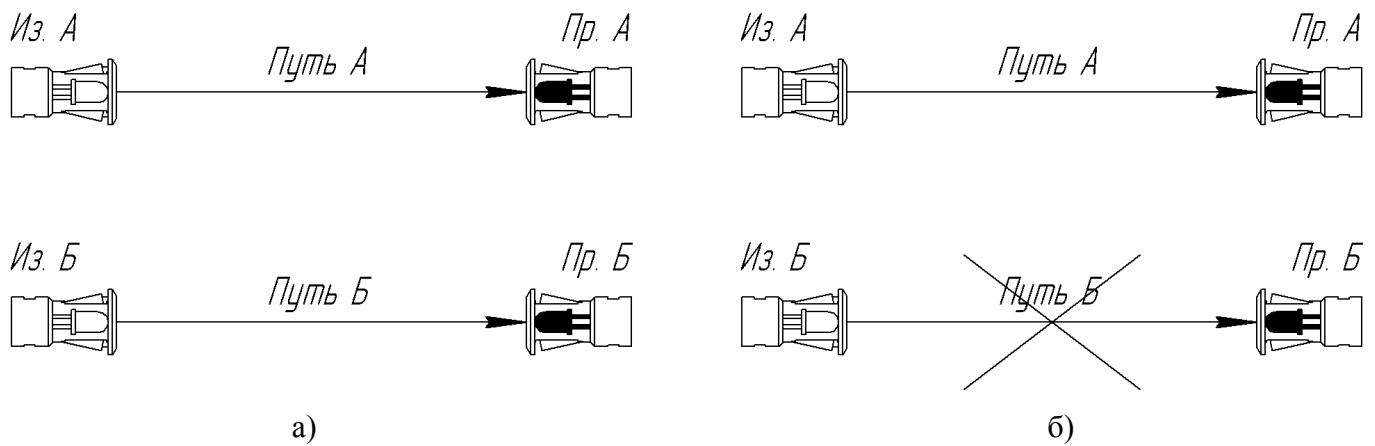

Рис.1. Переключатель «РЕЖИМ»: а) положение «OFF»; б) положение «ON».
4.2 Устройство подключается (см. рис.1) к цепям питания 24В (контакты 1 и 2 разъёма 24В). Сигнал «Перегрузка» подключается к контактам 1 и 2 разъёма «Вход», сигнал «Прибытие» подключается к контактам 3 и 4 разъёма «Вход».
Когда переключатель в положении «OFF» (выключено), устройство контролирует «прозрачность» пути «Излучатель А – Приёмник А» и «Излучатель Б – Приёмник Б» (рис.1.а). При наличии помехи прохождения луча по одному из двух путей, горит соответствующий светодиод («Канал А», «Канал Б»), или оба одновременно.
Переключатель в положении «ON» (включено) отключает «Канал Б» устройства (рис.1.б). В этом режиме приёмник и излучатель «Канала Б» могут быть вовсе не подключены к устройству, поскольку оно анализирует только прозрачность пути «Излучатель А — Приёмник А».